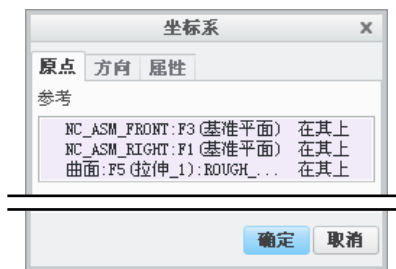
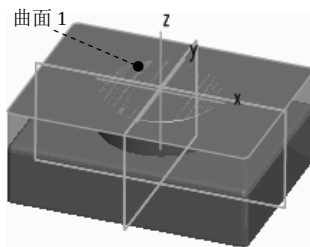

图 3.11.4 “坐标系”对话框
图 3.11.5 创建坐标系
Step3. 设置机床坐标系。在“操作”操控板单击  按钮, 在弹出的菜单中选择  命令, 系统弹出图 3.11.4 所示的“坐标系”对话框。然后依次选择 NC_ASM_FRONT、NC_ASM_RIGHT 和图 3.11.5 所示的曲面 1 作为创建坐标系的三个参考平面, 单击  按钮完成坐标系的创建。单击  按钮, 系统自动选中刚刚创建的坐标系作为加工坐标系。